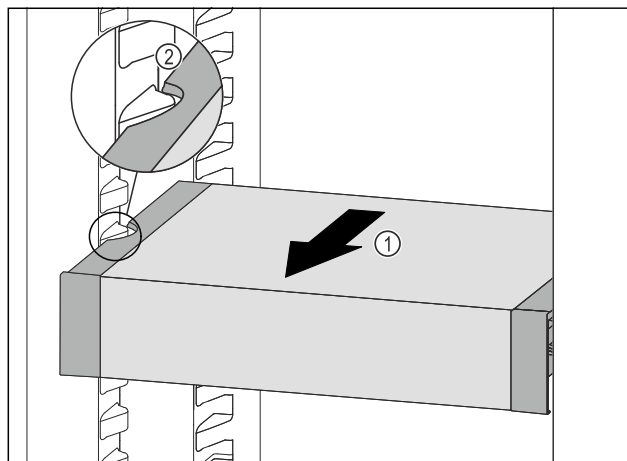

Fig. 126
- Tirer le VarioSafe vers l'avant Fig. 126 (1) jusqu'à ce que les encoches latérales du VarioSafe se trouvent au niveau de la nervure du bac dans la partie réfrigérateur.